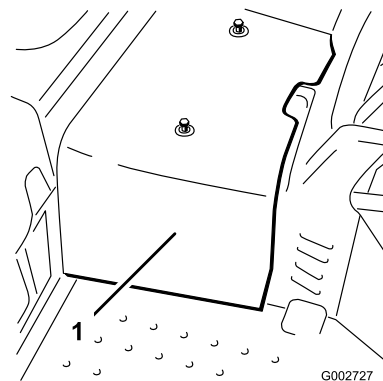

Рисунок 43
2. Ослабьте 2 винта, которые крепят центральный кожух к машине, и снимите кожух (Рисунок 43).